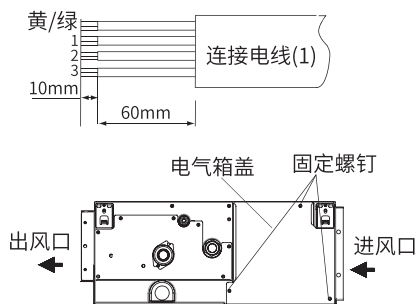

图23-1
- (1) 取下如图23-1电气盖固定螺钉，取下电气箱盖。
- (2) 穿过电气箱上的接线孔，连接接收器连接线到电气箱内的印刷电路板上。
- (3) 连接室内、分歧箱连接线到电气箱的端子上。
- (4) 用连接线压板固定连接电线。